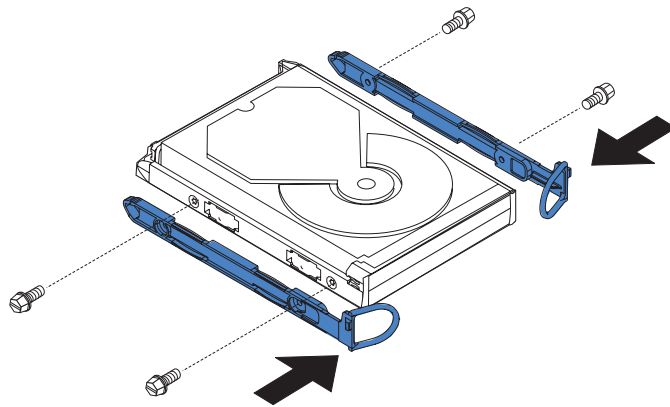

図 166. SAN ボリューム・コントローラー 2145-4F2 ディスク・ドライブへのレールの取り付け
1. 新しいディスク・ドライブに同梱のレールとねじを見つけて、図 166 に示すように、レールをディスク・ドライブに取り付けます。